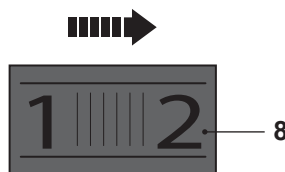

Fig. 14
- > Rode o seletor de velocidade (8) para a direita (desde a perspectiva do utilizador) para diminuir a velocidade máxima (Fig. 14). Uma velocidade lenta é adequada para lixar com uma correia abrasiva de grão grosso para eliminar pinturas e vernizes.